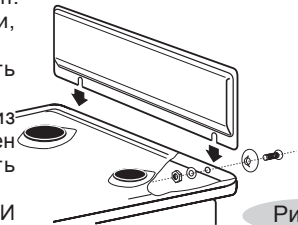

Рис.15
- Щиток (при наличии) закрепляется перед установкой плиты (рис.15).